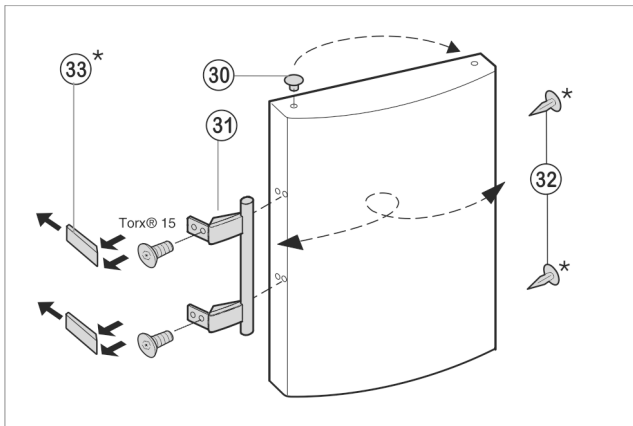

Fig. 8
- Stopfen Fig. 8 (30) aus der Türlagerbuchse herausheben und umsetzen.
- Türgriff Fig. 8 (31), Stopfen Fig. 8 (32) und Druckplatten Fig. 8 (33) abmontieren und auf die Gegenseite umsetzen.